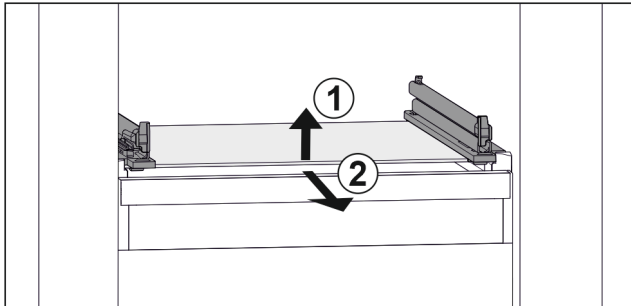

Fig. 118 Rappresentazione esemplificativa del ripiano in vetro
- Sollevare il ripiano in vetro dal davanti. Fig. 118 (1)
- Rimuovere il ripiano in vetro tirando in avanti. Fig. 118 (2)